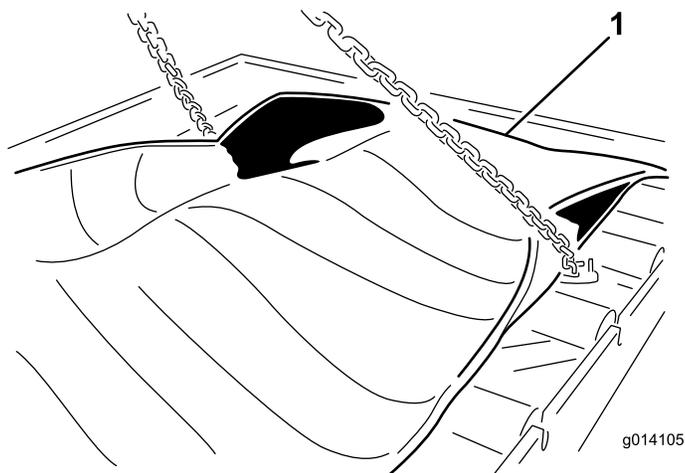

図 48
23. カートリッジを固定しているボルト（24本）を外す（図 48）。